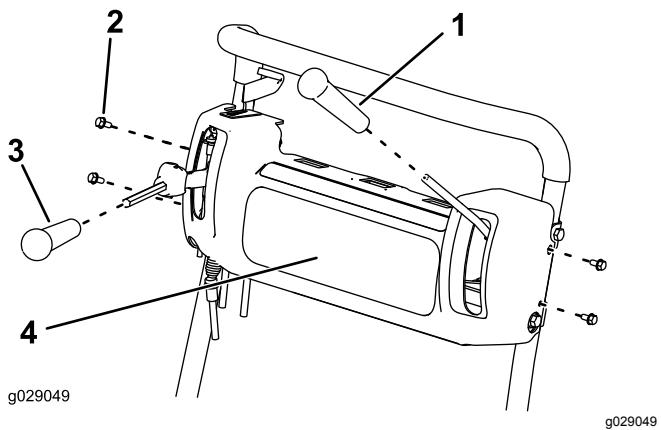

Figura 3
6. Rimuovete le impugnature delle leve di freno e trazione (Figura 3).
7. Rimuovete ed eliminate il rivestimento della consolle (Figura 3).